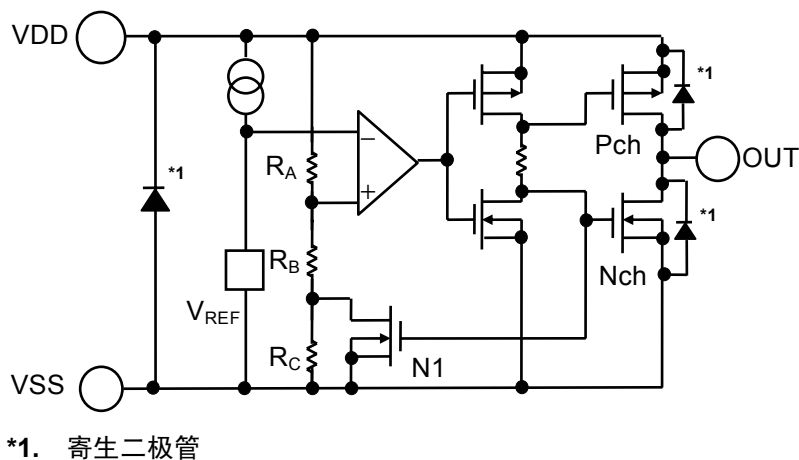

图17 工作说明图1
- 1-1.** 电源电压(V_{DD})在解除电压($+V_{DET}$)以上时, N沟道晶体管变为OFF, P沟道晶体管变为ON, V_{DD} 被输出(High被输出)。此时, 图17的N沟道晶体管N1为OFF状态, 往比较器输入的输入电压变为 $\frac{(R_B + R_C) \cdot V_{DD}}{R_A + R_B + R_C}$ 。
- 1-2.** V_{DD} 即使降低到 $+V_{DET}$ 以下, 只要在检测电压($-V_{DET}$)以上 V_{DD} 也能被输出。 V_{DD} 变为 $-V_{DET}$ (图18的A点)以下时, 输出方的N沟道晶体管变为ON, P沟道晶体管变为OFF, V_{SS} 被输出。此时, 图17的N沟道晶体管N1变为ON状态, 往比较器输入的输入电压变为 $\frac{R_B \cdot V_{DD}}{R_A + R_B}$ 。